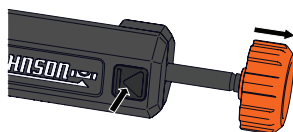

Figura 22
1. Para instalar la abrazadera en una varilla para rasante, presione el botón de liberación de la abrazadera y tire hacia afuera la perilla de la abrazadera. (Figura 22)